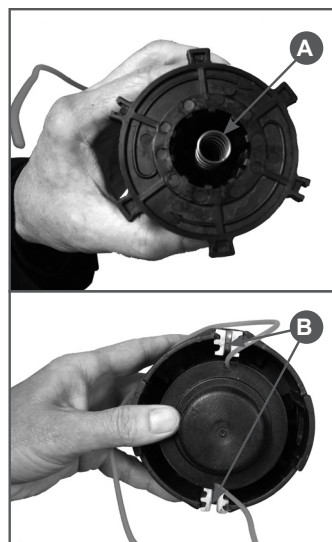

Рис. 18 Установка катушки в корпус
4. Установите в катушку пружину (Рис.18А). Установите катушку с кордом в корпус и зафиксируйте концы корда в направляющих, установленных в корпусе катушки (Рис.18В).